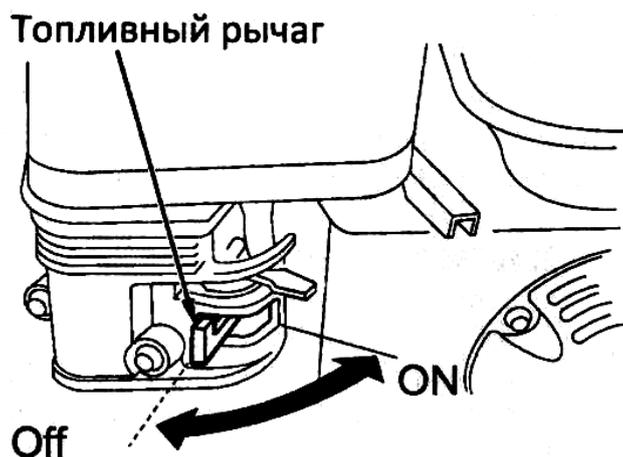

Рисунок 2.14 – Проверка рычага топливного крана
1. Поверните рычаг топливного крана в положение ON (*открыто*) (рис. 2.14).